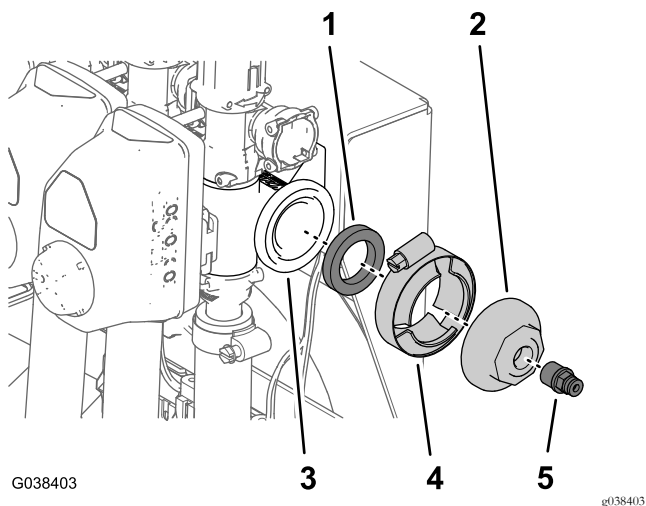

Figura 87
1. Retire la brida de fijación que sujeta la junta y la tapa terminal a la brida de la válvula de fumigación derecha (Figura 87).
2. Retire el acoplamiento de tubo del orificio de la tapa terminal (Figura 87).